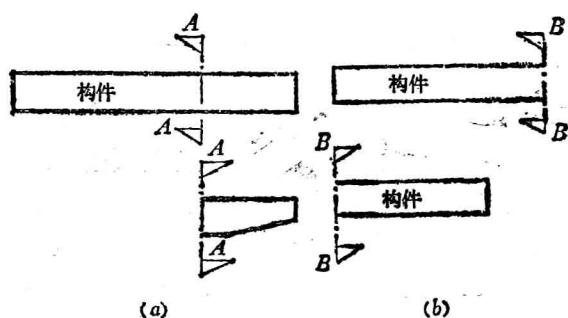

图 1-14 连接符号的表示方法
(2) 连接符号：它是用在连接切断的结构构件图形上的符号。常用于下面两种情况：1) 所绘制的构件图与另一构件的图形仅部分不相同时，可只画另一构件的不同部分(如图1-14(a))；2) 当同一构件在绘制时因图纸有限，则将它分为两部分绘制，在相连的地方用连接符号表示(如图1-14(b))。